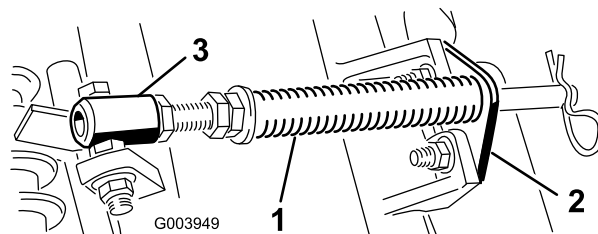

Figura 10
- A. Togliete i due bulloni a testa tonda e i dadi che fissano la staffa dell'asta alle alette degli elementi di taglio (Figura 10).
- B. Togliete il dado flangiato che fissa il bullone del tubo della molla all'aletta del telaio portante (Figura 10). Staccate il gruppo.